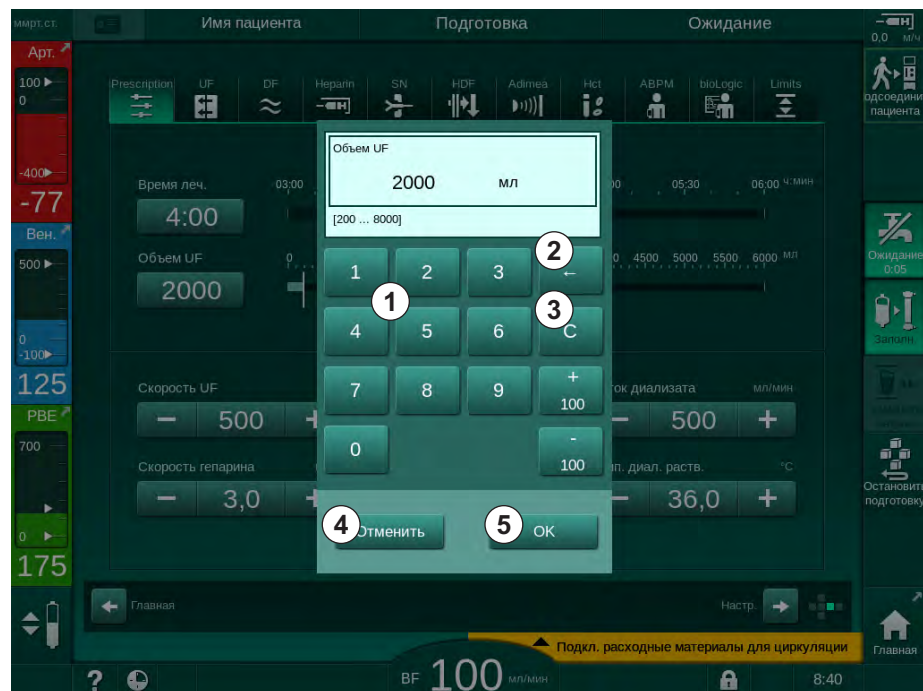

Рис. 3-19 Изменение параметров
2. Нажмите значок группы параметров, которую необходимо изменить (например, в Рис. 3-19: данные предписания).
3. Коснитесь значения, которое нужно изменить (например, в Рис. 3-19: объем UF 2000 мл).
Допустимые действия предварительно заданы и указаны на кнопке (в Рис. 3-19: -100 мл).
Допустимые действия предварительно заданы и указаны на кнопке (в Рис. 3-19: +100 мл).
Допустимый диапазон настройки указан в квадратных скобках ниже числового значения (в Рис. 3-19: [100 ... 10000]).